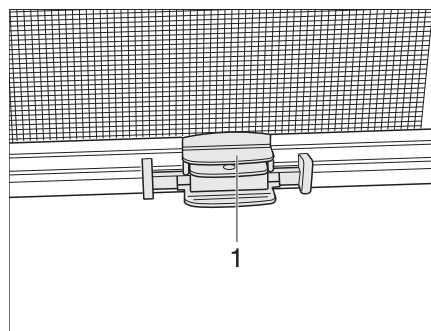

Fig. 54 Tenda a rullo
- Afferrare la parte centrale dell'asta di chiusura (Fig. 54,1) della zanzariera a rullo e avvicinarla alla barra di chiusura dell'oscurante a rullo.
- Tenere l'asta di chiusura (Fig. 54,1) della zanzariera a rullo e far scattare la tacca di arresto.